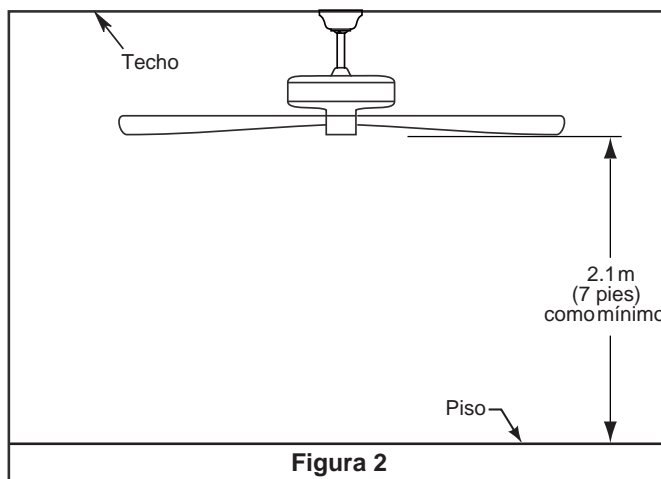

Figura 2
Caja profunda (Figura 2)
2. Coloque las palas a través de las ranuras en la cubierta del motor y fije la unidad del motor usando los tornillos de cabezal de arandela #8-32 y las arandelas de fibra. Asegúrese de que los tornillos fijan adecuadamente las palas al centro del motor estando éstas colocadas correctamente. (Figura 2)
2. Retire el clip de horquilla y pasador de horquilla de la parte inferior de la bola para colgar. Retener el pasador y clip para la reinstalación en el paso 4. (Figura 2)
Las aspas del ventilador deben estar suspendidas, al menos, a 2.1 m (7') del piso. (Figura 2)
1. Realice las conexiones de cables al bloque del terminal como se muestra en la Figura 2.
2. Coloque y ajuste firmemente la cubierta para el tornillo de la base sobre los tornillos de reborde de la ed omsinacem le etnaidem ragloc arap aredazabaseguro por giro del chavetero. (Figura 2)
2. Retire uno de los tres tornillos en el ensamble de la placa de iluminación y guárdelos para el paso 4. Afloje ligeramente los dos tornillos restantes. (Figura 2)
- 2.** Restaure la fuente de alimentación de la toma de corriente enciendiéndola al fusible principal. (Figura 2)